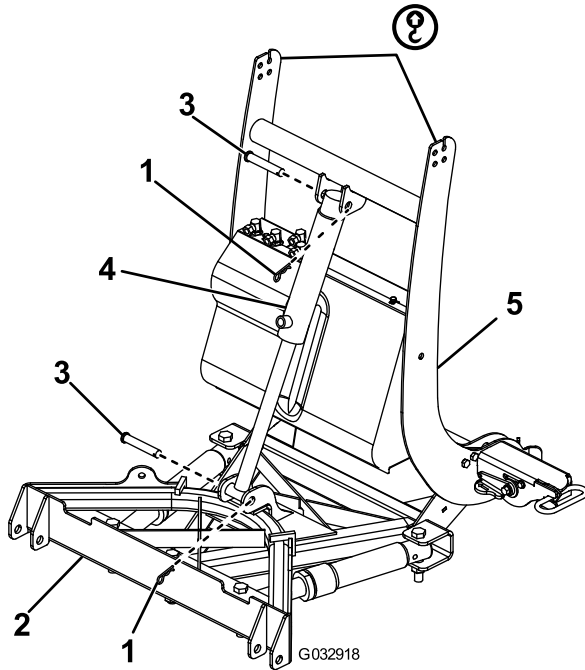

Figura 7
- Sujete la rótula del cilindro de elevación al bastidor de empuje con un pasador y una chaveta (Figura 7).
- Sujete el extremo libre del cilindro de elevación a la torre de acoplamiento con un pasador y una chaveta (Figura 7).